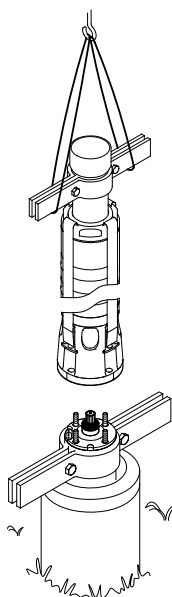

Fig. 21 Ridicarea pompei în poziție
3. Ridicați pompa propriu-zisă cu ajutorul brățărilor pentru conducte fixate pe conducta prelungitoare. Vezi fig. 21.